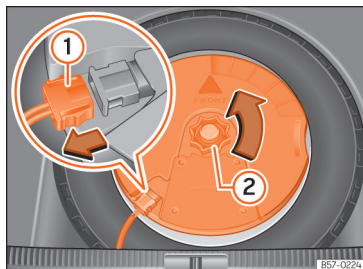

Fig. 192 Na bagageira: desmontar o subwoofer.
- Desligue o cabo do altifalante subwoofer »» Fig. 192 ①.
- Rode a rodinha de fixação no sentido contrário ao dos ponteiros do relógio »» Fig. 192 ②.